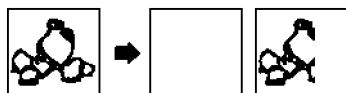

图 5-62 白版或印刷不完整的现象
② 印刷出现白版或印刷不完整的现象, 如图 5-62 所示。